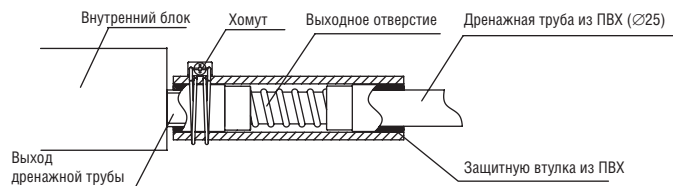

Рис. 8-1
- Используйте дренажный шланг (в комплекте дополнительного оборудования) для подключения дренажного отверстия внутреннего блока к трубе из ПВХ, затем используйте зажим для крепления (см. рис. 8-1).